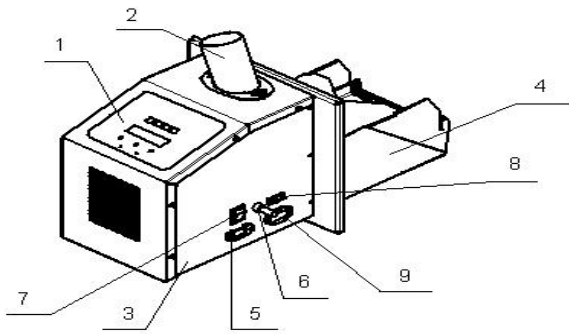
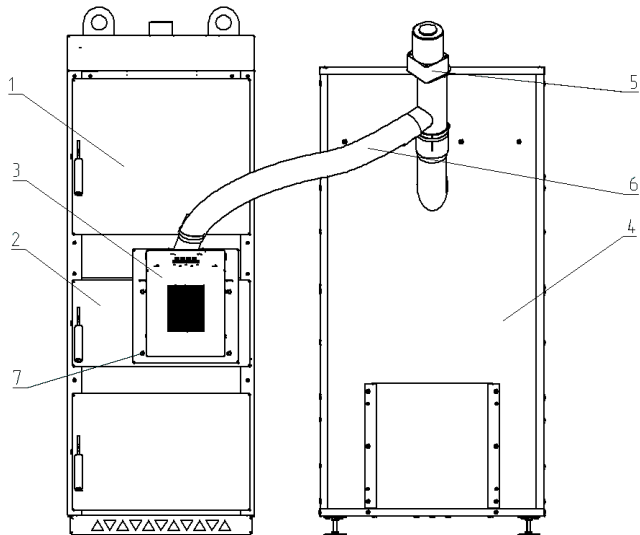

Рис. 31 Пеллетная горелка
Рис. 32 Котлы КС-ТП-20/20, КС-ТП-30/30, КС-ТП-40/40,
7.1.5 К патрубку 2 подачи пеллет (**рис. 31**) подсоединить шланг 6 (**рис. 32**), подающий механизм 5 и бункер 4.